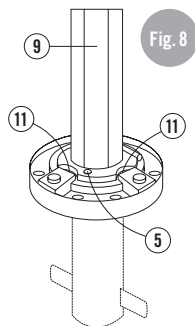
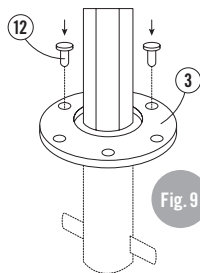

Fig. 8
Fig. 9
- Mast (9) sorgfältig senkrecht aufrichten und noch festhalten (Fig. 8).
- Sicherungsschraube (5) einsetzen.
- Mit Nivellierschrauben (11) allenfalls Senkrechtstellung justieren.
- Pressring (3) auf Mastfuss absenken und Verankerungsschrauben (12) einsetzen (Fig. 9).